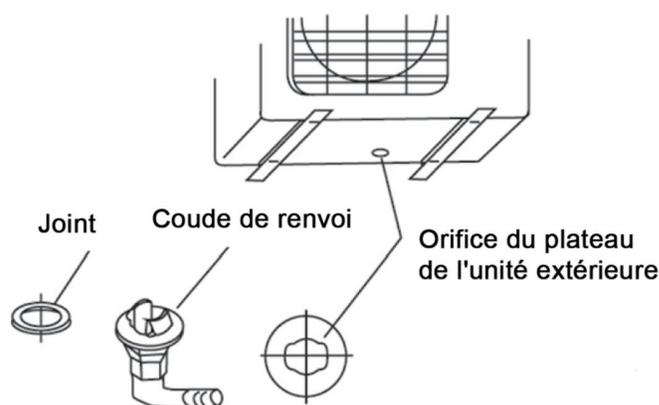

Fig. 19
- Placez le joint sur le coude de vidange, puis insérez le coude de vidange dans le trou sur le plateau de base de l'unité extérieure, faites-le pivoter de 90 ° pour le fixer en place. (Fig. 19)